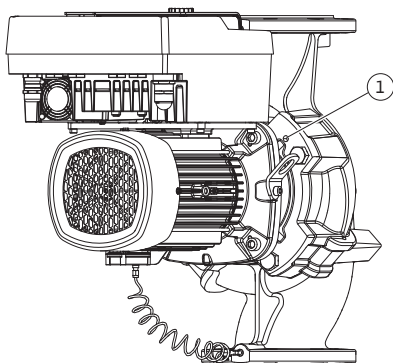

Fig. 12: Expulsión del juego de introducción mediante los taladros roscados
5. Expulse el juego de introducción (véase la Fig. 4) de la carcasa de la bomba. En función del modelo de bomba (véase Fig. I ... IV), hay dos opciones distintas. Para el tipo de bomba (Fig. III y Fig. IV), afloje los tornillos (Pos. 29). Use los dos taladros roscados situados al lado (Fig. 12, Pos. 1) y utilice los tornillos (p. ej., M10 x 25 mm) propuestos a cargo del propietario. Para el modelo de bomba (Fig. I y Fig. II), use los dos taladros roscados M10 (Fig. 109). Utilice los tornillos propuestos a cargo del propietario (p. ej. M10 x 20 mm). Para su expulsión también se pueden usar las ranuras (Fig. 109, Pos. 2).